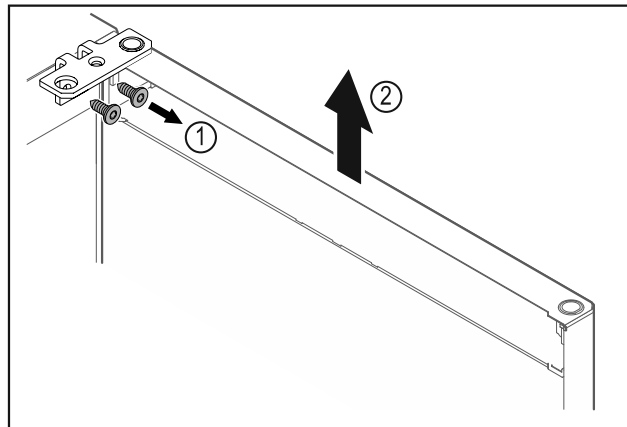

Fig. 9
- ▶ Svitare la cerniera angolare Fig. 9 (1).
- ▶ Sollevare la porta con la cerniera angolare Fig. 9 (2) di ca. 200 mm verso l'alto in senso orizzontale e rimuoverla.